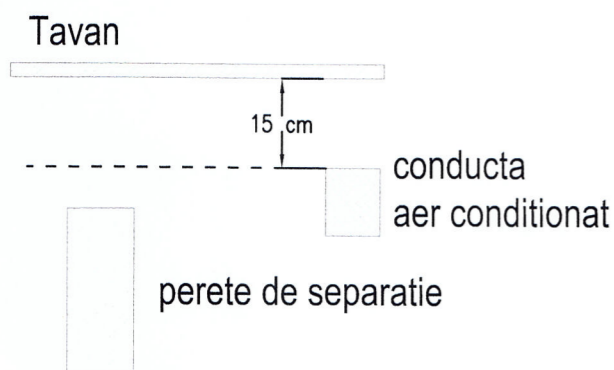

Fig.1
- Tavanele cu elemente suspendate, de exemplu conductele de aer condiționat, vor fi considerate ca fiind plate dacă există un spațiu minim de 15 cm între tavan și acele elemente (fig. 1).